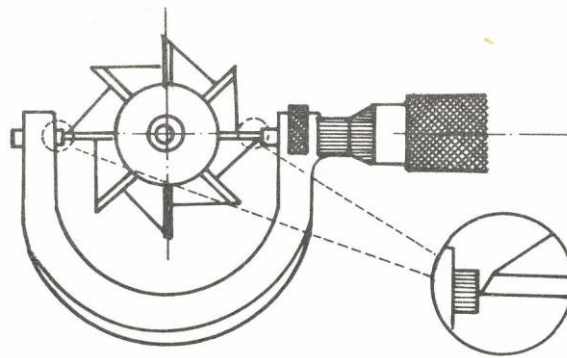

Fig. 21
- 1. Las caras de contacto de las puntas del micrómetro deben apoyar en las aristas de corte de los dientes (Fig. 21).